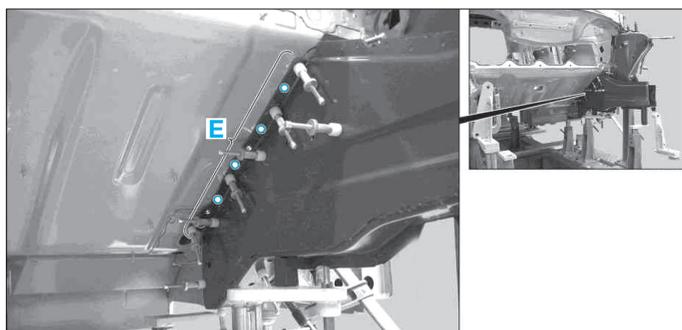

FIG. 18
- Percer des trous (Ø 6,5 mm) dans la zone (E) (Fig.18).